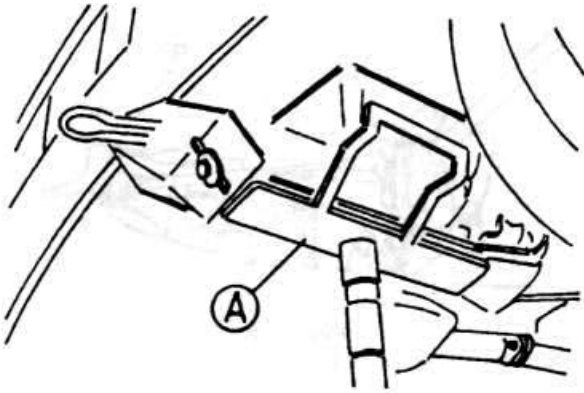

Рис. 3.43
- ♦ Подоприте снизу коробку передач домкратом (рис. 3.43).